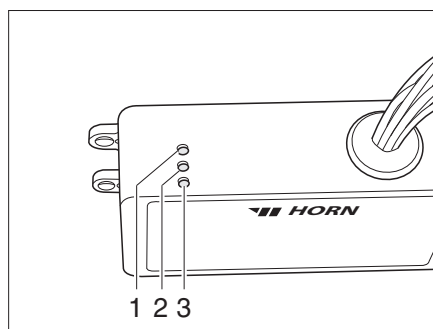

Fig. 84 Apparecchio di regolazione
L'apparecchio di regolazione (Fig. 84) è integrato sotto il sedile. Le spie di controllo sull'apparecchio di regolazione hanno il seguente significato:
- La spia di controllo (Fig. 84,2) diventa verde: regolazione in funzione.
- La spia di controllo (Fig. 84,1) diventa rossa: il serbatoio delle acque grigie viene riscaldato.
- La spia di controllo (Fig. 84,3) diventa rossa: le tubazioni delle acque grigie vengono riscaldate.